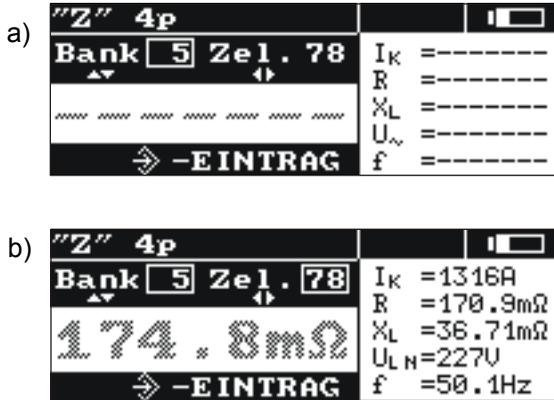

Abb. 23. Darstellung des Displays im Speichermodus: a) leere Zelle b) Zelle mit gespeichertem Ergebnis (das Hauptergebnis wird grau angezeigt)
- Taste **12**  drücken. Auf dem Display wird die Nr. der aktuell verwendeten Bank und der laufenden Zelle angezeigt (Abb. 23). Die Umrahmung um die Banknummer bedeutet, dass mindestens eine Zelle darin besetzt ist. Die Umrahmung um die Zellennummer bedeutet, dass die Zelle besetzt ist.